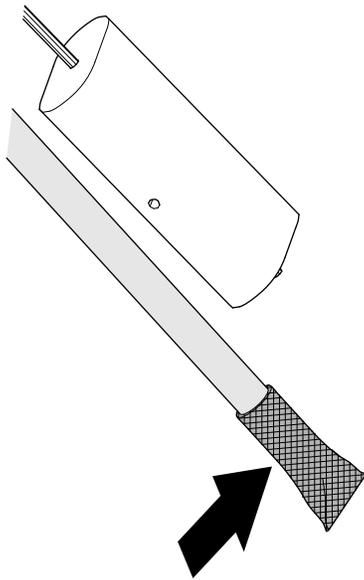

Figure 89
1. Nettoyez la crépine au bout du tube d'admission de carburant (Figure 89).